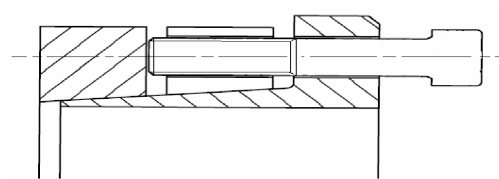

Bild 3
3. Der Druckring 2 wird in entsprechender Weise gemäß Bild 3 gelöst.